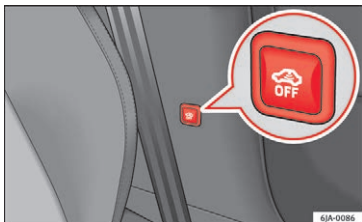

Fig. 124 Knap til kabineovervågning og bortslæbningsovervågning
- Tryk på knappen  » **Fig. 124** på midterkonsollen. Symbolet  i knappen, der lyser rødt, lyser derefter orange.